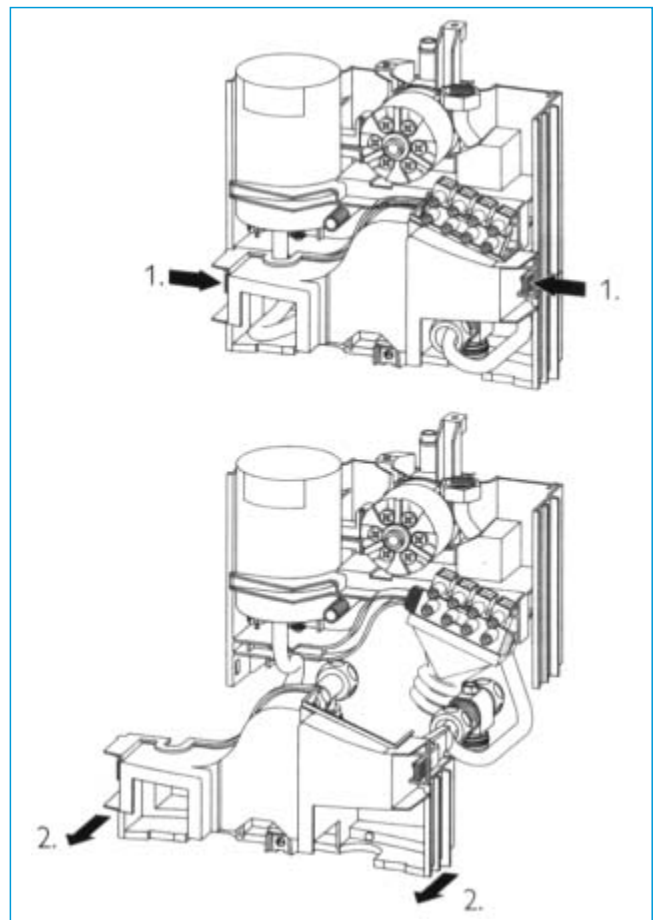

Fig. 8
- ▶ Desmontar la parte inferior del panel trasero presionando sobre los 2 ganchos de encastramiento (ver la fig. 8) y tirando del panel hacia delante.